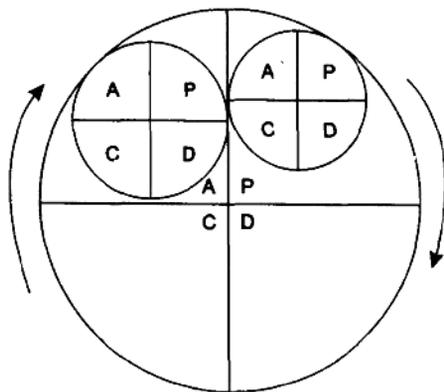

图 1-2
(1) 大环套小环，相互联系，互相促进。在一个企业中，既有全厂性、整体性的PDCA循环，又有各部门、各科室、各车间的PDCA循环。大环是小环的母体或依据，小环则是大环的分解和保证（见图1-2）。